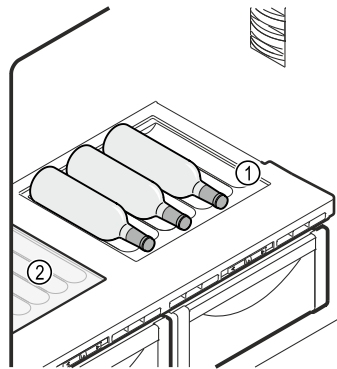

Fig. 104 Beispielhafte Darstellung
- ▶ Glasplatte Fig. 104 (2) unter der variablen Flaschenablage einlegen.